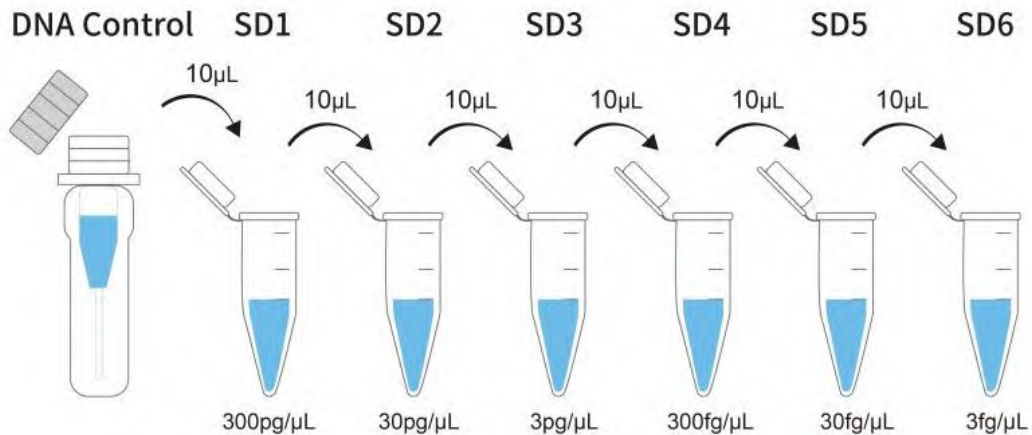

图 1: DNA 定量参考品(DNA Control)倍比稀释示意图
1.2 如图 1 所示: 在低吸附离心管中加入 90 μL 参考品稀释液 (Dilution Buffer) 和 10 μL *E. coli* DNA 定量参考品(DNA Control)稀释至 300 pg/μL, **充分振荡 (20-30s)** 混匀后离心备用; 按此方法继续依次 10 倍倍比稀释至 30 pg/μL, 3 pg/μL, 300 fg/μL, 30 fg/μL, 3 fg/μL, **注意: 每稀释 1 个梯度必须充分混匀后再向下稀释, 保证稀释的均匀准确。**